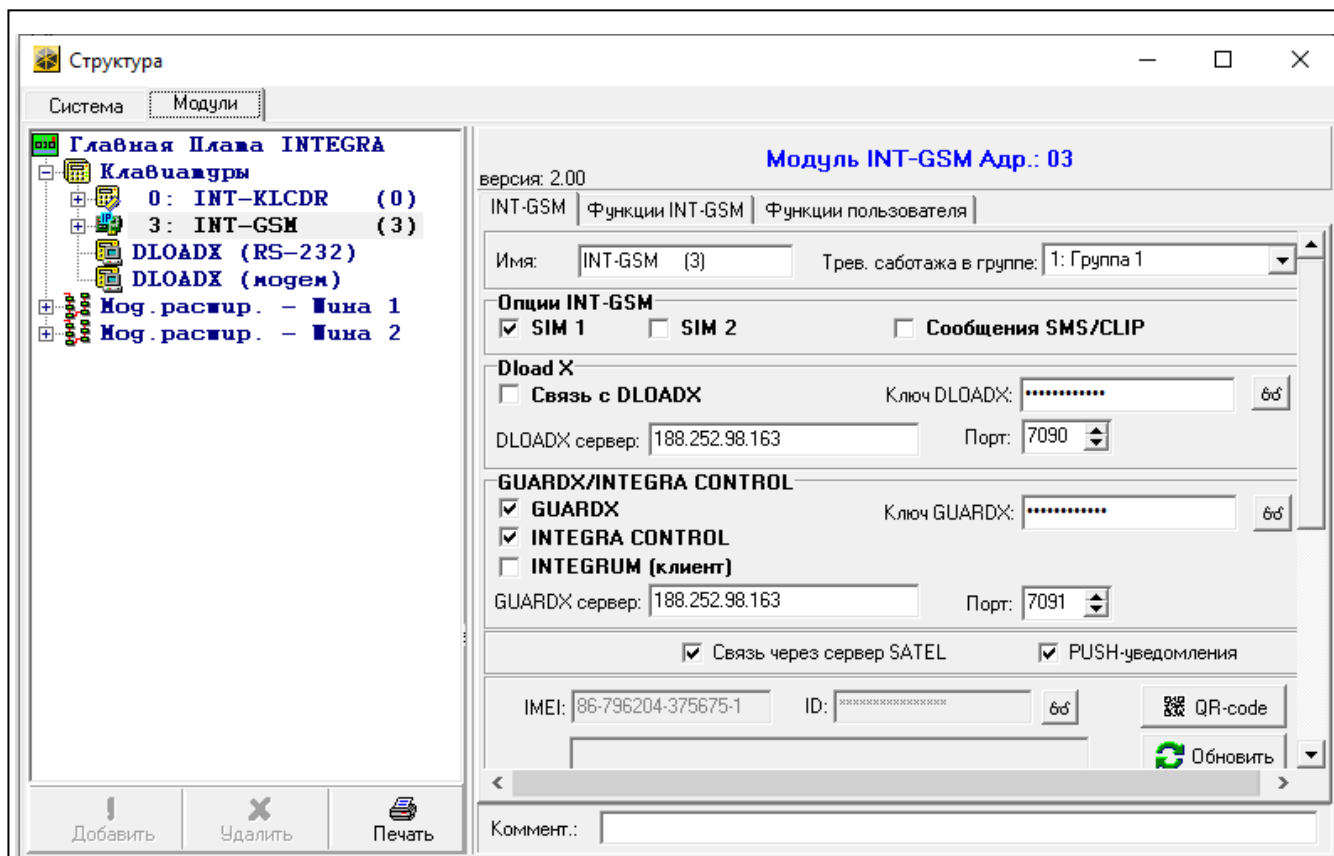

Рис. 9. Программа DLOADX: настройки модуля INT-GSM LTE, подключенного непосредственно к прибору INTEGRA / INTEGRA Plus.
- ПО DLOADX: окно «Структура» → закладка «Модуль» → ветка «Клавиатуры» → [название модуля] (рис. 9),